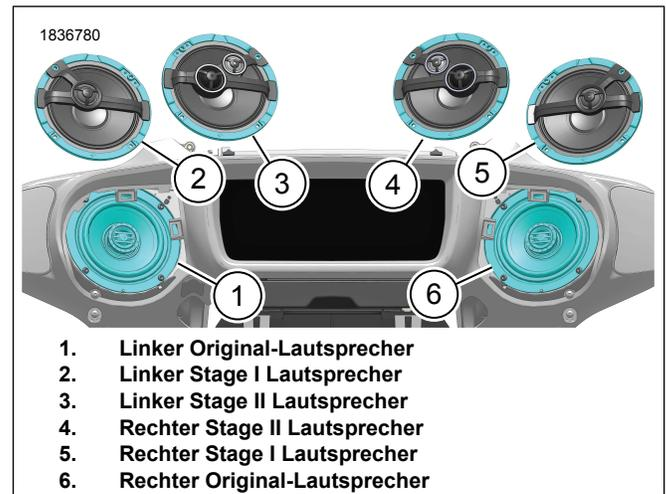

Abbildung 5. Lautspecherausrichtung (typisch)
1. Abbildung 5 Den Stage I (2, 5) oder II (3, 4) Lautsprecher wie abgebildet ausrichten.